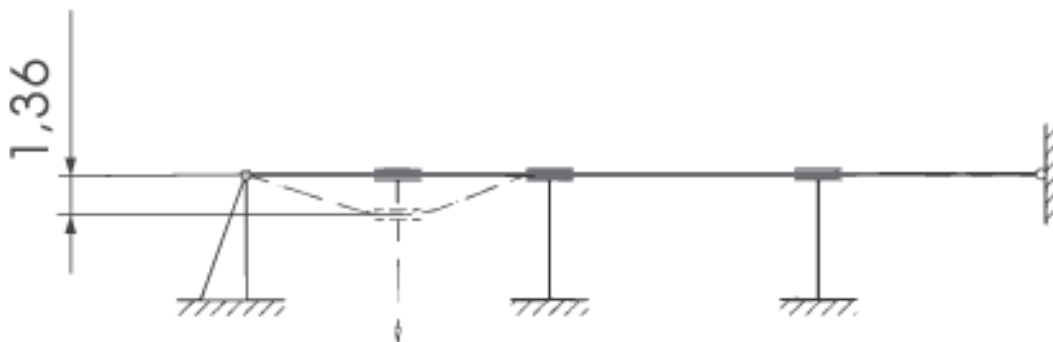

Bild A1 - max. Auslenkung der Anschlagereinrichtung
- A 11. Der erforderliche Abstand zwischen Anschlagereinrichtung Xenon und dem Boden bzw. einem Hindernis ist unter Beachtung der Auslenkung des Seiles, abhängig von Lage der Anschlagereinrichtung (Montage Überkopf, am Boden, ...) und der Art und Länge des Verbindungsmittels zu ermitteln (siehe Beispiel). Die maximale Auslenkung beträgt **üblicherweise** 1,36 m (s. Bild A1). Bei jedem XENON-System muss die maximale Auslenkung durch Berechnung nachgewiesen werden.